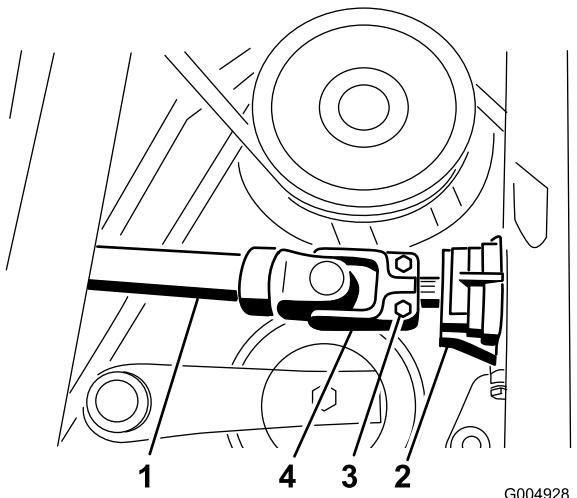

Figura 87
43. Faça deslizar o veio propulsor do eixo da caixa de velocidades (Figura 87). Coloque o pino de segurança e aperte os parafusos com uma força de 20 a 25 N·m.